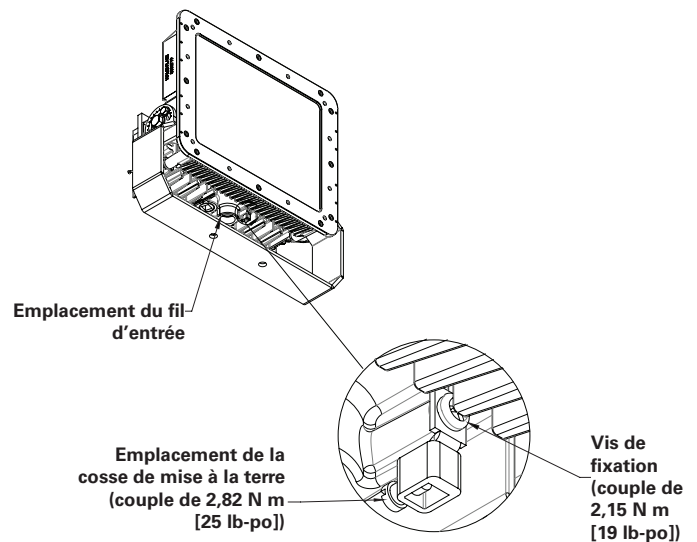

Figure 5
1. Dévisser la fixation de la patte de mise à la terre, comme illustré à la figure 5.
Serrer à un couple de 2,82 N m (25 lb-po), comme illustré à la figure 5.